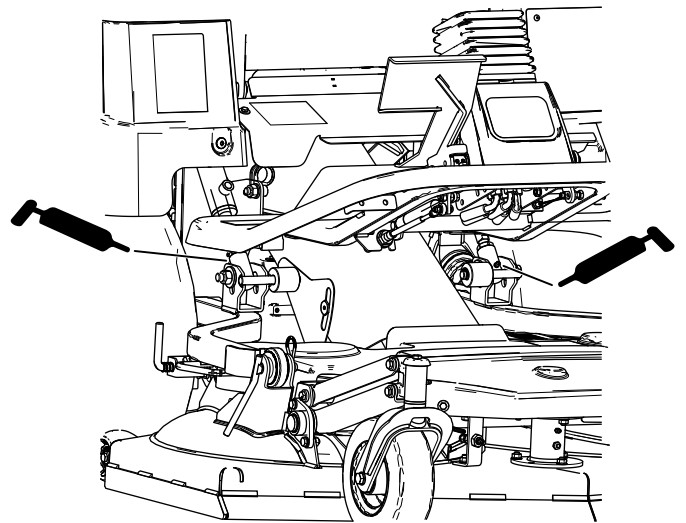

Figura 40
- Puntos de pivote del brazo de elevación de la unidad de corte (Figura 40)